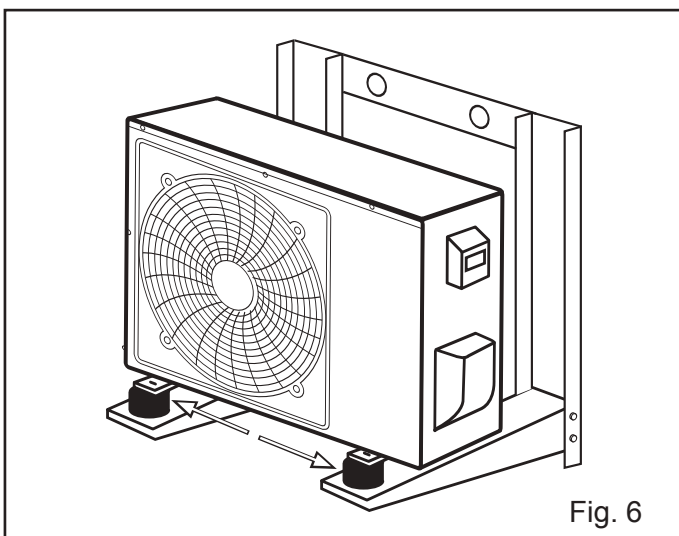

Fig. 6
- Installare le unità esterne su una base rigida munita di appositi cuscinetti anti-vibranti per evitare l'aumento delle vibrazioni e del rumore, così da non arrecare disturbo ai vicini (Fig.6).